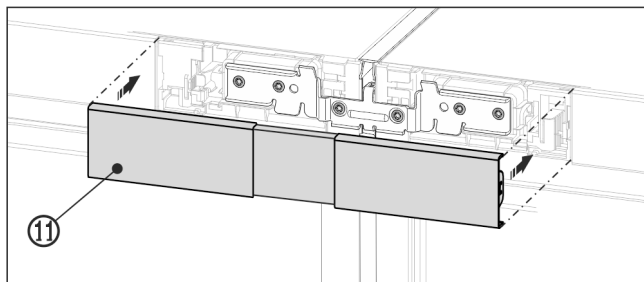

Fig. 23 Illustrationen är ett exempel
- Fäst den övre täckplattan Fig. 23 (11) över mellanrummet som fortfarande är öppet mellan de båda kontrollpanelerna. Kontrollera då att täckplattans yttersidor befinner sig på samma plan som kontrollpanelerna.